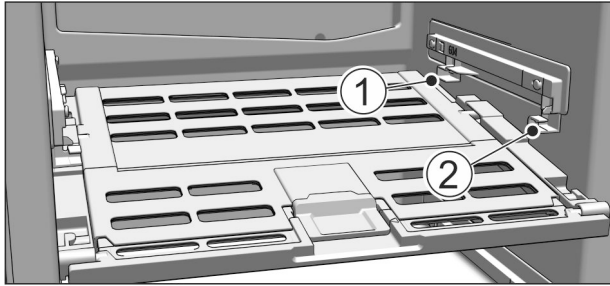

Fig. 75
- ▶ Deksel Fruit & Vegetable-Safe aanbrengen: Dekselranden van onder in de achterste houder Fig. 75 (1) plaatsen en van voren in de houder Fig. 75 (2) klikken.